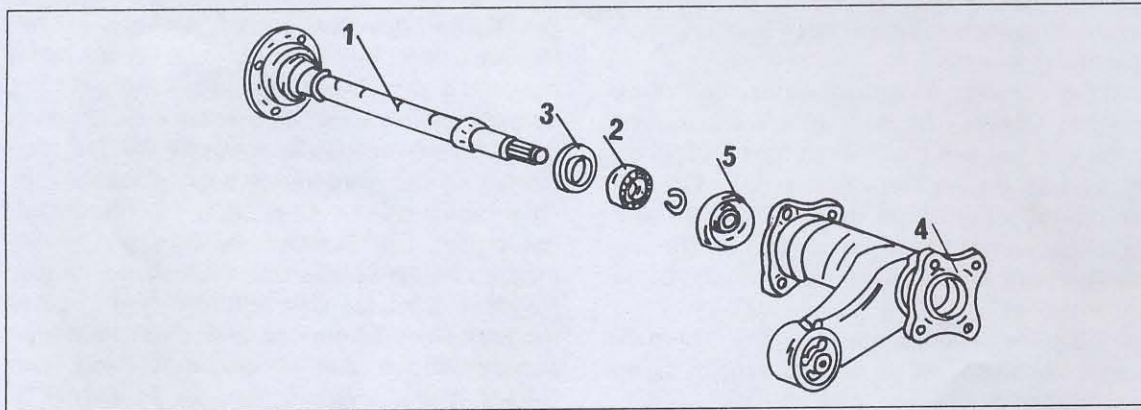

Bild 251
Bild 251 zeigt eine Ansicht der Innenwelle zusammen mit dem Lager und dem Achsrohr. Ein Abzieher ist erforderlich, um das Lager von der Welle abzuziehen. Da der Staubschutzring (3) erneuert werden muss, ist es möglich die Aussenkante des Schutzringes nach innen zu schlagen, so dass man den Lagerabzieher besser ansetzen